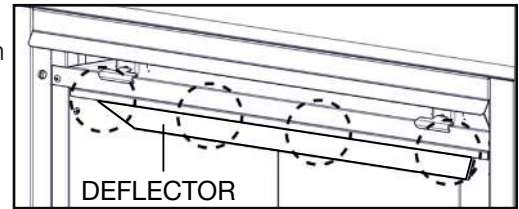

Fig. 1
- Pour faciliter l'assemblage, enlever les quatre vis tête hexagonale sécurisant le déflecteur du haut de l'intérieur de la chambre de combustion (**Fig. 1**). Misez le déflecteur du côté.